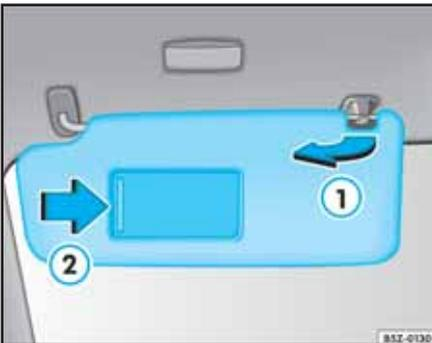

Fig. 75 Parasol del lado del conductor
Los parasoles pueden ser desenchajados de sus soportes laterales y desplazados para el lado de la ventana ⇒ fig. 75 ① -flecha-.
Los espejos de cortesía están protegidos por una tapa de protección corrediza ⇒ fig. 75 ② -Flecha-. En los vehículos que poseen iluminación para espejo²³⁾, la luz se enciende al abrir y se apaga al cerrar esta tapa o retornar el parasol para la posición de reposo.